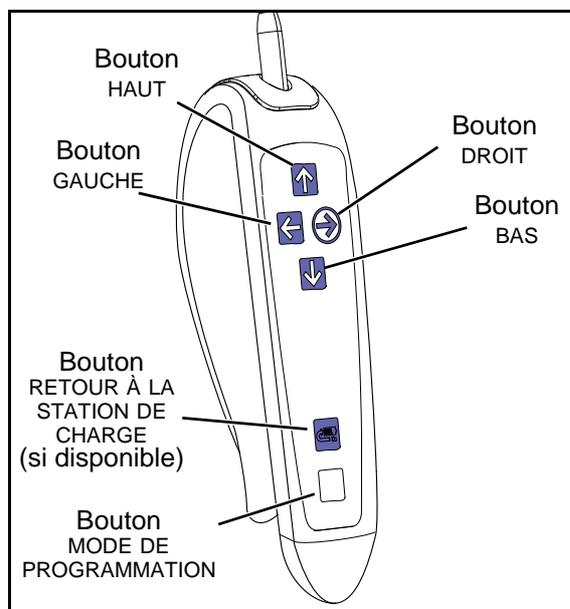

Fig. 4
La manette du *Voyager Duo* sert à faire fonctionner le lève-personne. Chaque fonction est décrite au Fig. 4. Les boutons HAUT et BAS permettent de soulever ou de descendre la traverse. Pour le modèle à quatre fonctions, les boutons GAUCHE et DROITE activent un moteur latéral afin de déplacer le lève-personne sur le rail. Pour le modèle à deux fonctions, il faut déplacer le lève-personne manuellement.
- 2) Déplacez le lève-personne sur rail jusqu'à ce qu'il soit exactement au-dessus du patient. Pour le modèle à quatre fonctions, utilisez le bouton gauche et le bouton droit de la manette (voir Fig. 4). Pour le modèle à deux fonctions, il suffit de tenir la traverse du lève-personne et de le déplacer le long du rail.